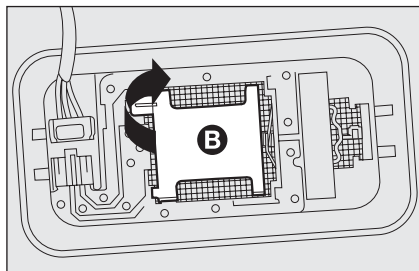

fig. 33
- ☐ ouvrir le capuchon **B**-fig. 33 comme indiqué;